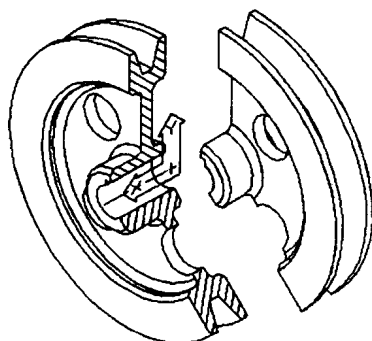

图 1-8
8. 再次利用“3Point”选项设置新 UCS,使 XY 坐标平面与正立的剖面共面,然后,对该剖面画上剖面线,结果如图 1-8 所示;